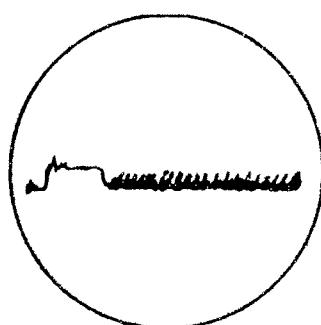

Fig 12.
36. Minska uteffekten från kontrollsändaren så att kontrollsändarpulsens amplitud är hälften av tidigare inställd värde. Se fig 12.
51. Sänk uteffekten från kontrollsändaren så att kontrollsändarpulsen amplitud sjunker till hälften av tidigare inställt värde. Se fig 12.